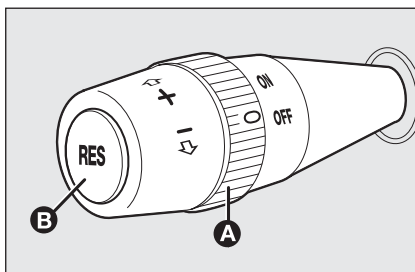

fig. 75
Ruotare la ghiera **A-fig. 75** in posizione **ON**.
- ruotare la ghiera **A-fig. 75** su **ON** e premendo il pedale dell'acceleratore portare la vettura alla velocità desiderata;
Ruotare la ghiera **A-fig. 75** su **OFF** o la chiave di avviamento in posizione **STOP**. Il dispositivo viene inoltre automaticamente disinserito in uno dei seguenti casi: